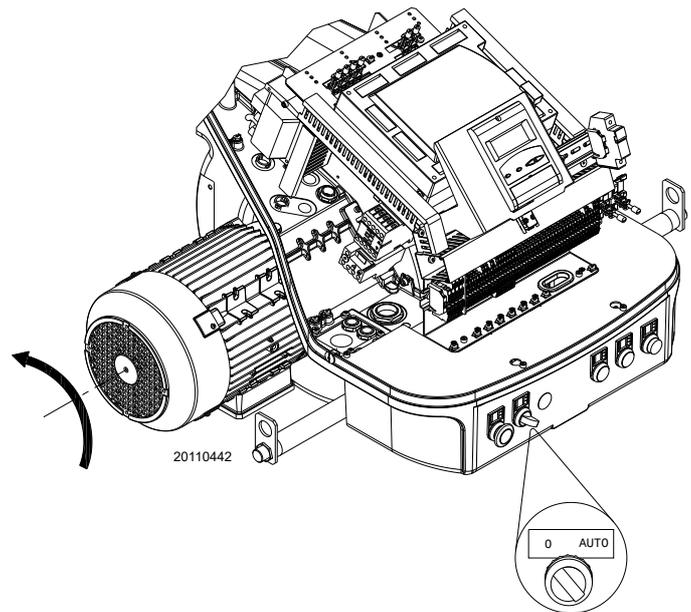

Fig. 29
Fermer les thermostats/pressostats et mettre l'interrupteur de la Fig. 29 sur « **AUTO** ».
En cas de signalisation de tension, arrêter **immédiatement** le brûleur et contrôler les branchements électriques. Quand le brûleur démarre, vérifier la direction de la rotation du moteur, comme indiqué sur la Fig. 29.
- mettre l'interrupteur de la Fig. 29 sur « **0** » et attendre que la boîte de contrôle réalise la phase d'extinction ;
- en retirant le capot et en agissant sur l'interrupteur « 0-AUTO » de Fig. 29 à la page 30 ;